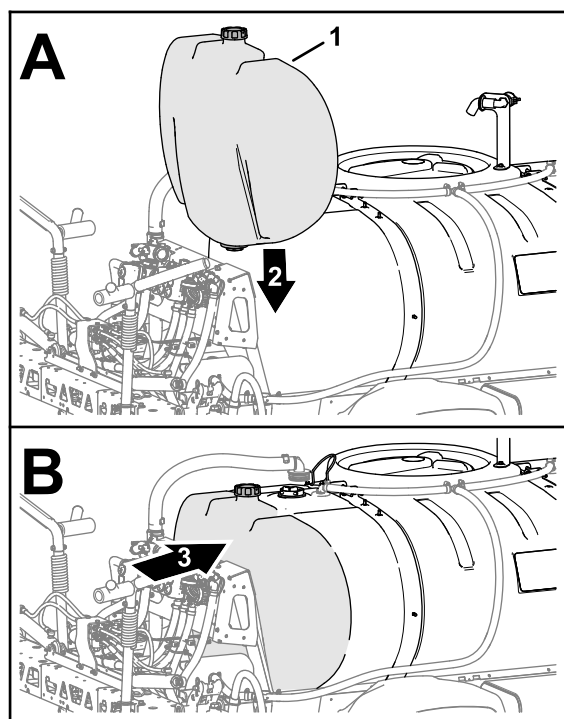

Figura 12
4. Dacă maina are instalat setul opțional pentru rezervorul de clătire, aliniazi rezervorul la maină aa cum se indică în figură (Figura 12).